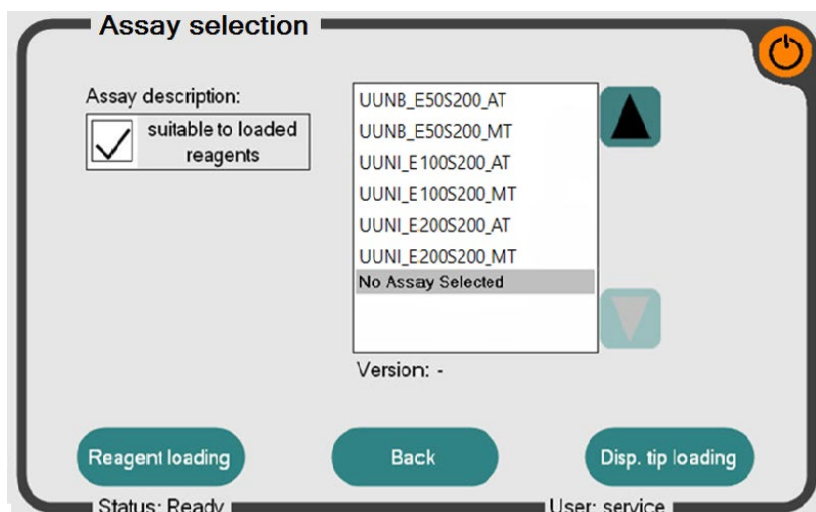

Figura 6: Schermata “Assay Selection” (selezione esame) del software InviGenius®
Secondo la procedura di preparazione del campione, selezionare un esame per un trasferimento automatizzato (AT) o manuale (MT). Accertarsi che il campo “suitable for loaded reagents” sia selezionato (Figura 6), in modo che siano elencati solo i file di analisi compatibili con i reagenti caricati. Se non è visibile alcun esame nella lista, o vi è un errore nel caricamento dei reagenti (etichetta del codice a barre bloccata) o è stato caricato almeno un contenitore di reagente già in uso e non contenente abbastanza reagente per eseguire la corsa con il numero di campioni selezionati. Se la selezione dell’esame non è andata a buon fine, procedere con “Disposable tips loading”.